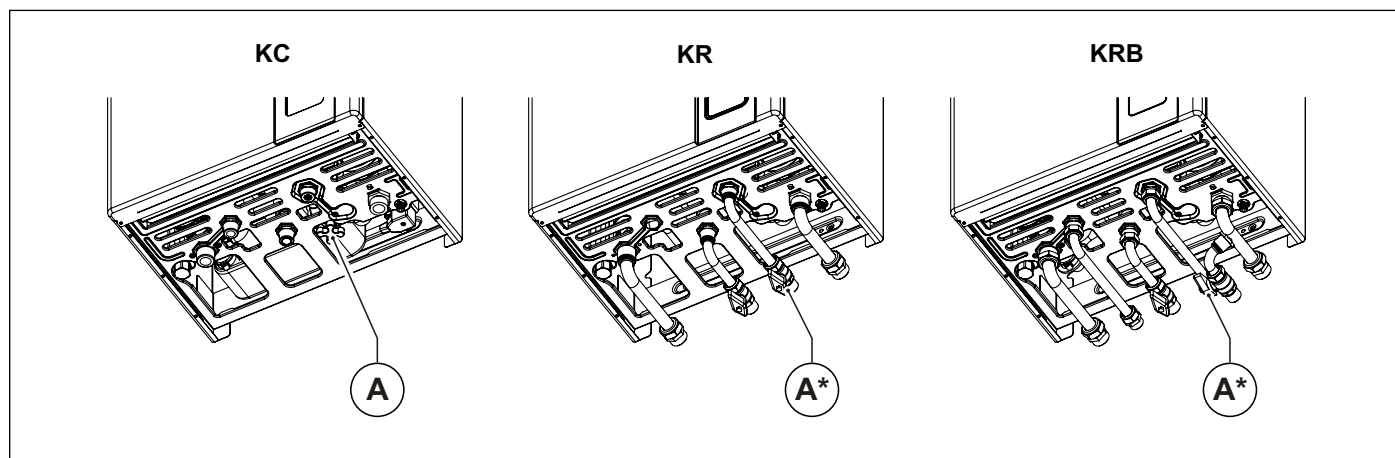

Fig. 2 Robinet de umplere - (A*) opțional
Umpleți sistemul deschizând robinetul de umplere (A) (vezi Fig. 2 Robinet de umplere - (A*) opțional).